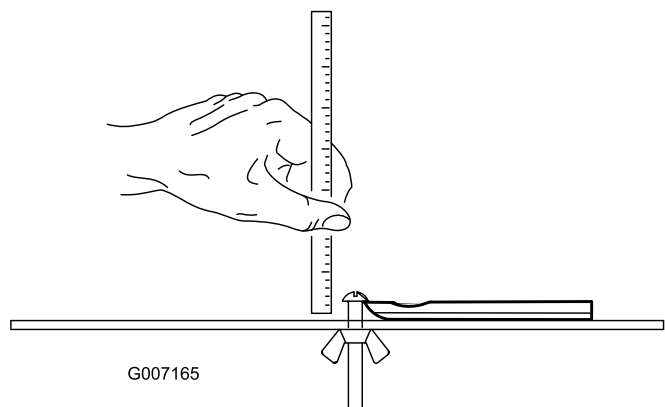

Figure 25
**Remarque:** Toutes les mesures de limite de service renvoient au bas de la contre-lame (Figure 25)